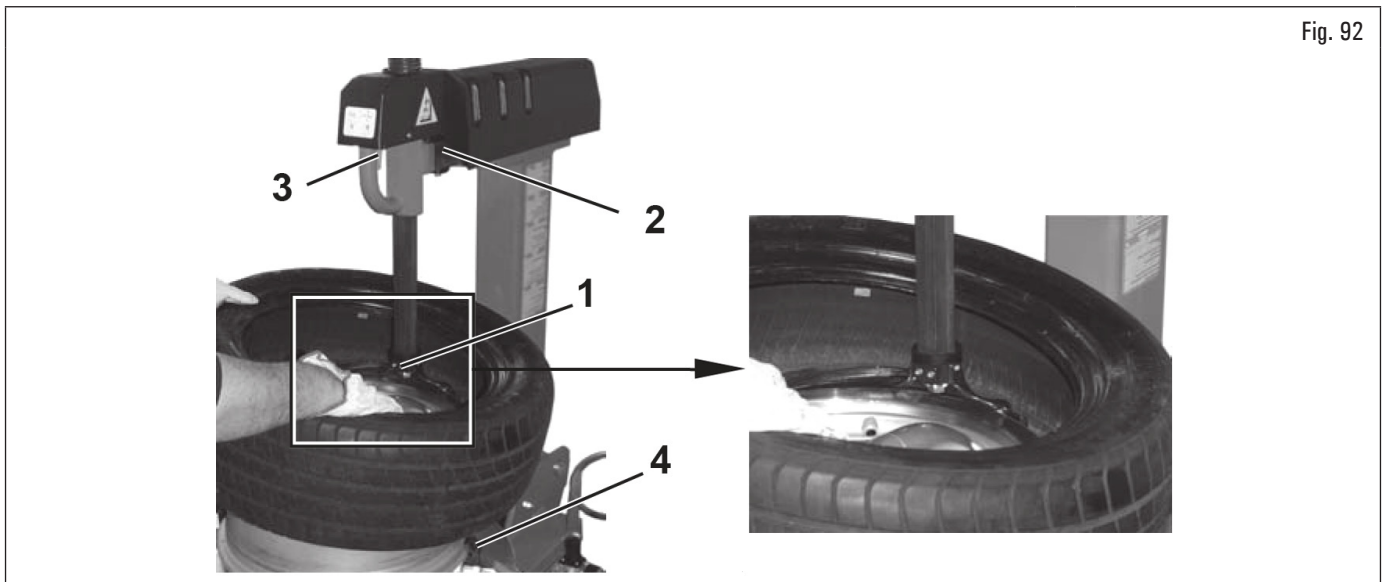

Fig. 92
5. posizionare la testa utensile (Fig. 92 rif. 1) contro il bordo del cerchione e bloccare il braccio operante (Fig. 92 rif. 2);
Se il montaggio viene fatto sulla ruota precedentemente smontata, o comunque se si opera su ruote con cerchione di uguale dimensione, non è necessario agire ogni volta sulla maniglia (Fig. 92 rif. 3) Per bloccare e sbloccare, ma è sufficiente riposizionare il braccio (Fig. 92 rif. 2).
6. guidare con le mani lo pneumatico in modo che il tallone passi sotto la parte a forma di unghia della testa utensile (Fig. 92 rif. 1) e all'esterno del suo labbro di sostegno (vedi Fig. 92 per tallone inferiore);
7. ruotare il mandrino (Fig. 92 rif. 4) in senso orario, premendo il pedale relativo e mantenendo premuto con le mani il tallone dello pneumatico nella gola interna del cerchione;